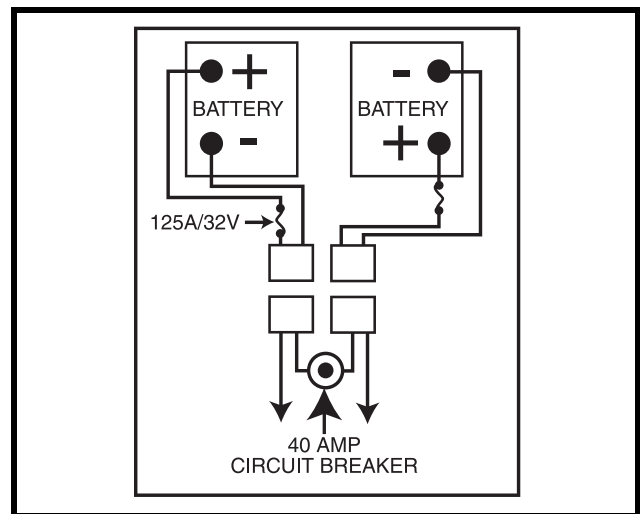

Abb. 12. Batterieanschluss
6. Legen Sie neue Batterien ein. Jeder Anschluss sollte vom Sitzpfosten wegschauen. **Siehe Abb. 12.**